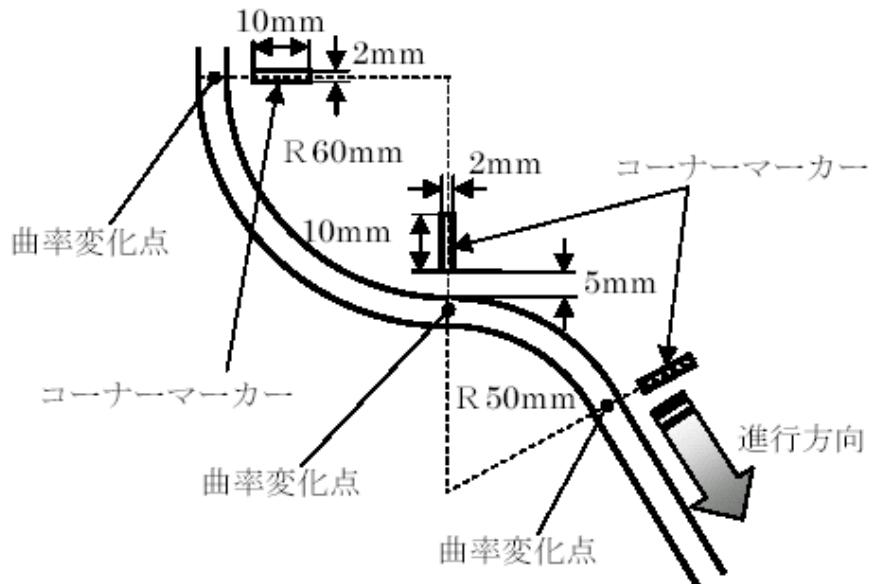

図6 コース円弧部分、コーナーマーカーの形状
3-6 コースの曲率が変化する地点には、進行方向左側の定められた位置（図6参照）にコーナーマーカーが白色で示されている。
3. コースは、曲率の変化する円弧が連続する場合もある。（図6参照）